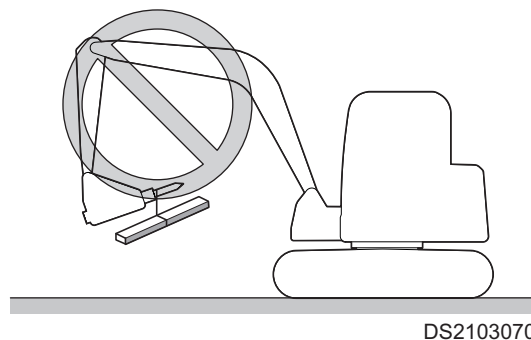

Figura 73
8. No levante ni remolque con un martillo. Consulte Figura 73.